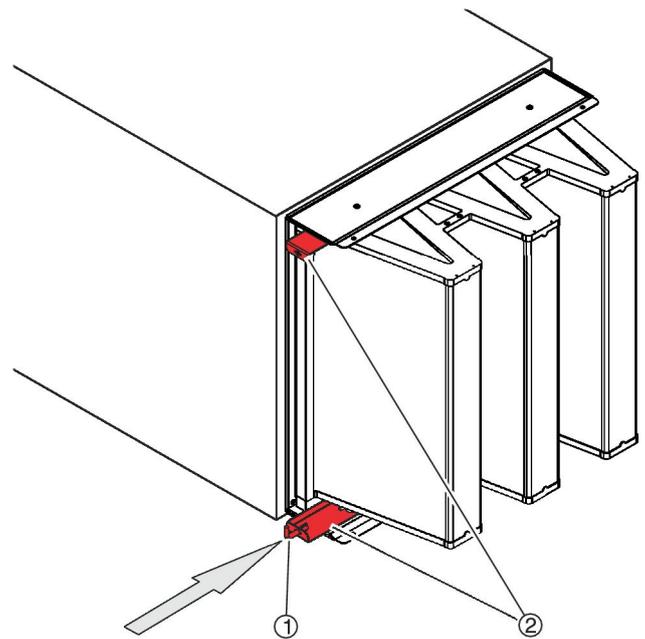

Abb. 61: Spannschienen einfahren
7. ▶ Die Spannschienen (Abb. 61 /2) nacheinander mit dem Spezialschlüssel (Abb. 61 /1) hineinschieben, bis sie anschlagen.